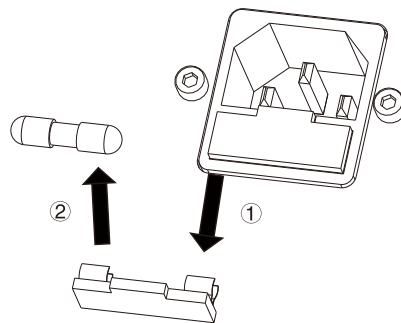

图6-1 保险丝更换示意图
- 2)用一字螺丝刀从电源输入滤波器上拆下保险丝盒，换上新的保险丝。如图6-1所示：